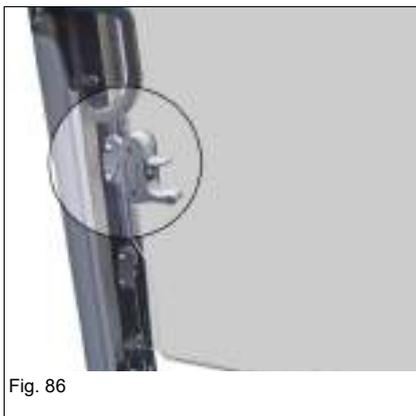

Fig. 86
- ▶ Si l'ensemble de la vitre AV est ouvert ou fermé, la vitre AV inférieure doit être complètement ouverte (Fig. 86).